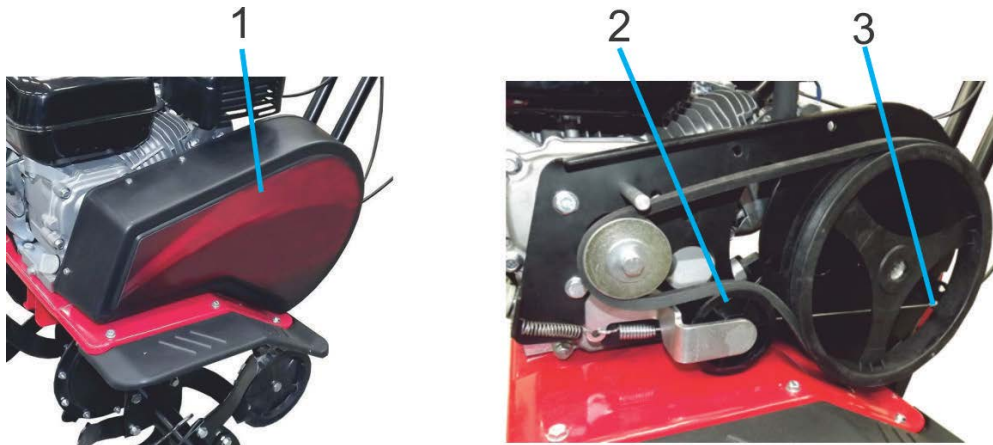

Рис. 8. Регулировка сцепления мотокультиватора
- снять закрытие ремня 1(рис. 8);
- снять закрытие ремня 1 (рис. 8);